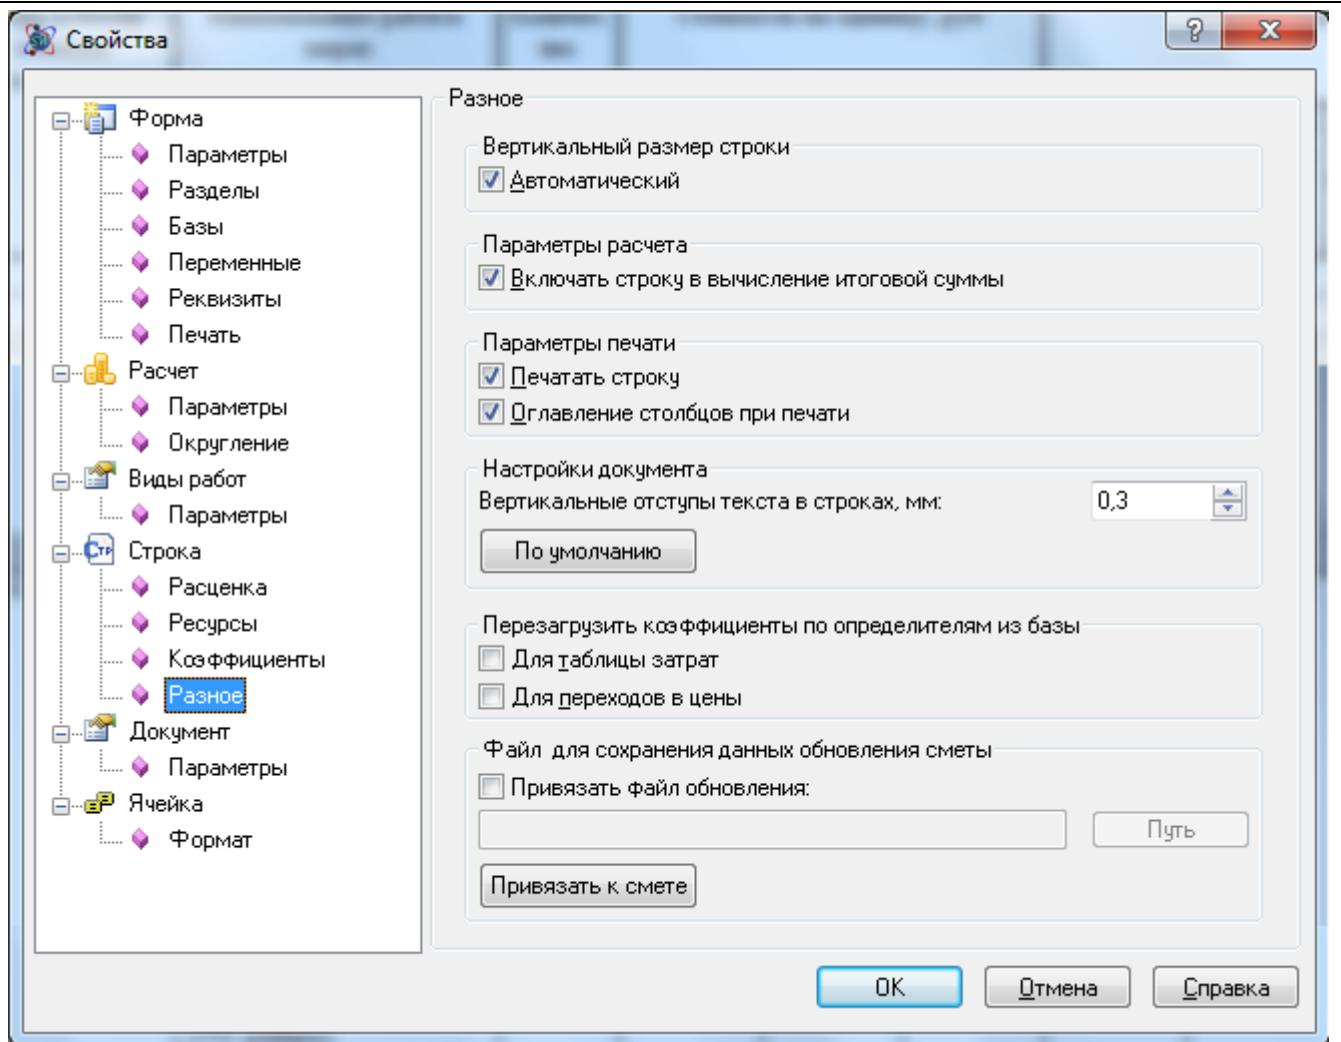

Рис. 5.3 Диалоговое окно Свойства, раздел Страна/Разное
- в разделе Стока/Разное (рис. 5.3) можно выбрать способ определения вертикального размера ячеек строки (по умолчанию установлен флаг Автоматический, при котором высота строки определяется автоматически согласно высоте символов строки). При снятом флаге Автоматический высота строки может быть изменена в соответствии с требованиями пользователя. На данной вкладке также можно выбрать размер вертикальных отступов текста в строках.